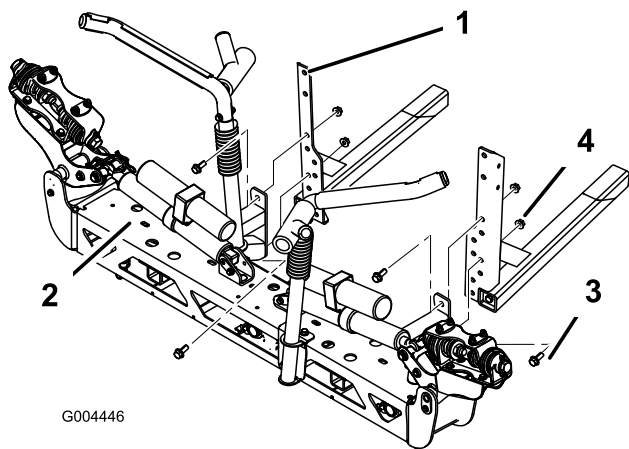

Bild 14
3. Montieren Sie den mittleren Ausleger mit vier Bundbolzen (13 mm x 32 mm)(1/2" x 1-1/4") und vier Bundmutter (13 mm)(1/2") an den Streben (**Bild 14**).